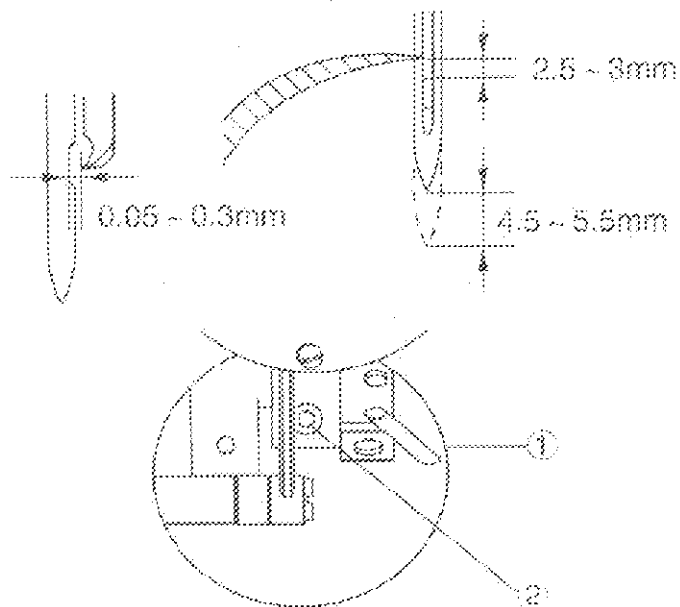

Рис. 14
17. Взаиморасположение иглы и челнока (Рис. 14)